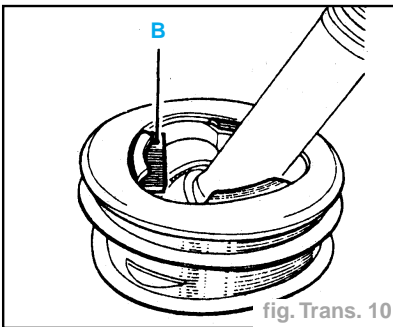

fig. Trans. 10
- Avec un jet en bronze, ramener soigneusement la plaquette dans sa position initiale, puis retirer la cale (B) (fig. TRANS. 10).